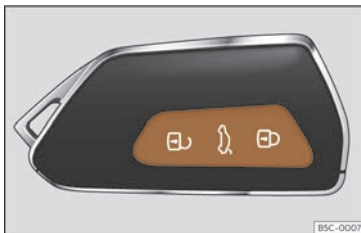

Fig. 73 Chiave per telecomando: tasti.
- Bloccare: premere il tasto  >>> **fig. 73**.